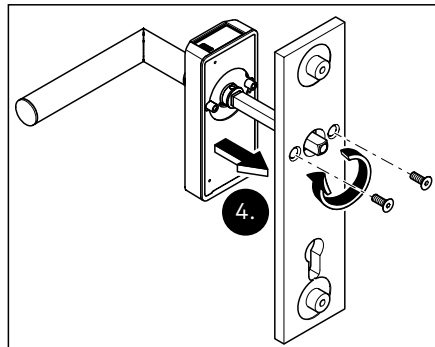

Abb. 31 Den c-lever compact an der Anschraubplatte anbringen
4. Den c-lever compact auf der Anschraubplatte anbringen und mit 10 Nm fixieren (Abb. 31).